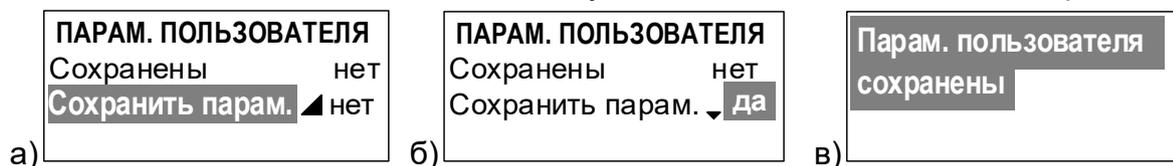

Рис.12. Вид окон индикации при сохранении установочных данных.
3.10.1. Сохранение значений установочных параметров ТВ выполняется в режиме СЕРВИС в меню **Управление**→ **Парам. пользователя**. Если операция сохранения ранее не выполнялась, то окно индикации **ПАРАМ. ПОЛЬЗОВАТЕЛЯ** будет иметь вид, показанный на рис.12.а:
- в меню **Управление**→ **Парам. пользователя** выбрать пункт меню **Сохранить парам.** (рис.12.а);
- выбрать из списка значение **да** (рис.12.б) и нажать кнопку .
После чего непродолжительное время в окне индикации будет отображаться сообщение **Парам. пользователя сохранены** (рис.12.в), затем курсор установится на строке меню **Управление**.